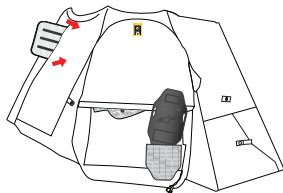

Figura 15
5. Con respecto a la parte delantera del Airbag que cubre la zona del pecho, abra el clip, separe los parches autoadherentes colocados en la parte delantera y trasera del Airbag. Por último, retire el airbag por la abertura situada encima de la manga derecha (figura 15).